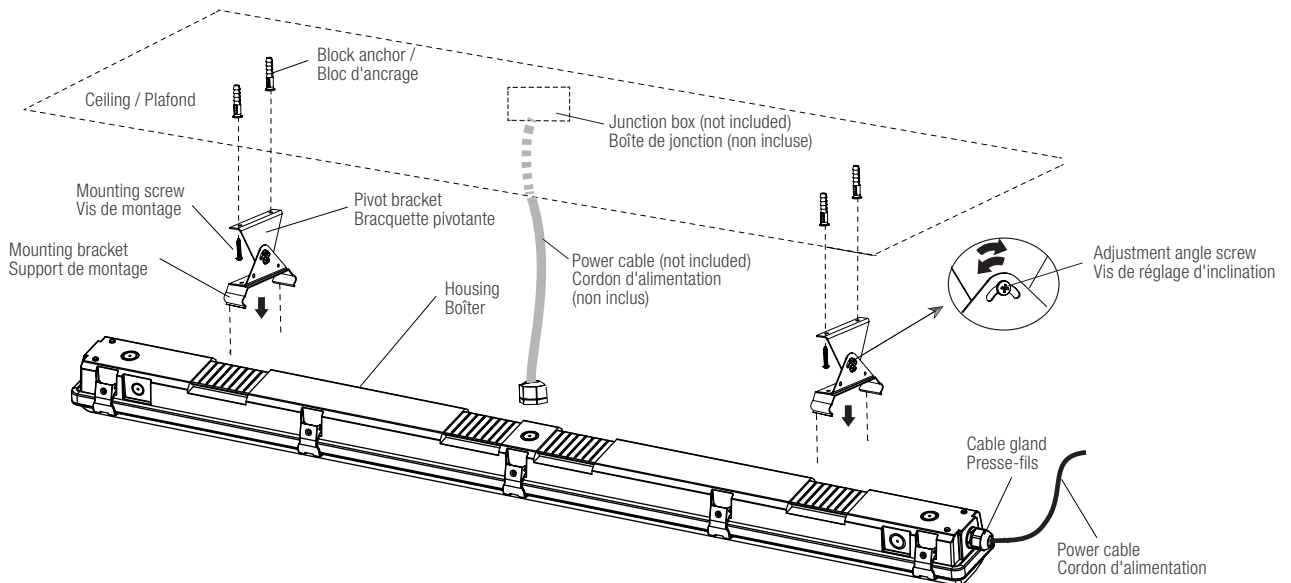

Figure 13
2. Drill the four (4) holes into the mounting surface (Use the drill pattern dimensions).
4. Install securely the two (2) pivot mount brackets on the mounting surface using four (4) screws and the block anchors.
5. Snap the fixture on the two (2) pivot mount brackets using the two (2) surface brackets installed on the luminaire housing.
6. Adjust the desired angle of luminaire using the adjustment angle screw (Fig. 13 detail).
2. Percer les quatre (4) trous dans la surface de montage (Utiliser les dimensions incluses dans gabarit de perçage).
4. Installer solidement les deux (2) braquettes pivotantes sur la surface de montage en utilisant quatre (4) vis et les blocs d'ancrage.
5. Enclencher l'appareil sur les deux (2) braquettes pivotantes à l'aide des deux (2) supports en surface installés sur le boîtier du luminaire.
6. Régler l'angle désiré du luminaire avec la vis de réglage d'inclinaison (Fig. 13 détail).